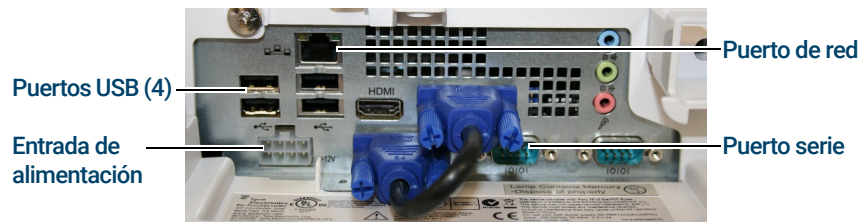

Figura 3. Puertos del controlador (parte inferior).
- 1 Conecte los cables de alimentación: se utiliza un cable de alimentación para conectar el instrumento a una toma de corriente alterna (CA) con conexión a tierra. Un segundo cable de alimentación se utiliza para conectar el módulo de alimentación del controlador a la alimentación de CA. A continuación, el módulo de alimentación se conecta a la toma de corriente situada en la parte inferior del controlador. (Consulte la **Figura 3**).
- 3 Un segundo cable (USB) conecta la toma del analizador marcada como "USB" con el puerto USB del controlador directamente adyacente al puerto de red (Ethernet). Este puerto debe utilizarse para el correcto funcionamiento del instrumento y del lector de códigos de barras. (Consulte la **Figura 3**).